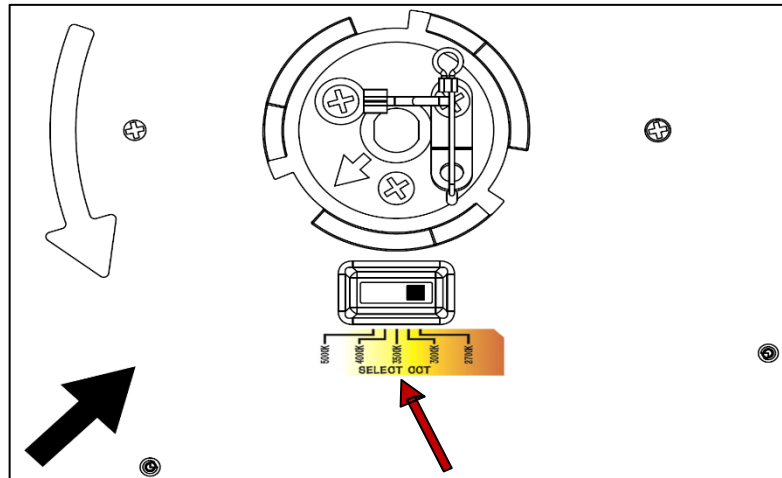

Figura 3
- Antes de la instalación:** en la parte posterior del dispositivo, busque el interruptor para seleccionar la temperatura del color. **Elija su configuración:** coloque el interruptor en la temperatura de color LED deseada: 2700 K (suave); 3000 K (cálido); 3500 K (neutral); 4000 K (frío); 5000 K (luz diurna). se muestra en la *Figura 3*.